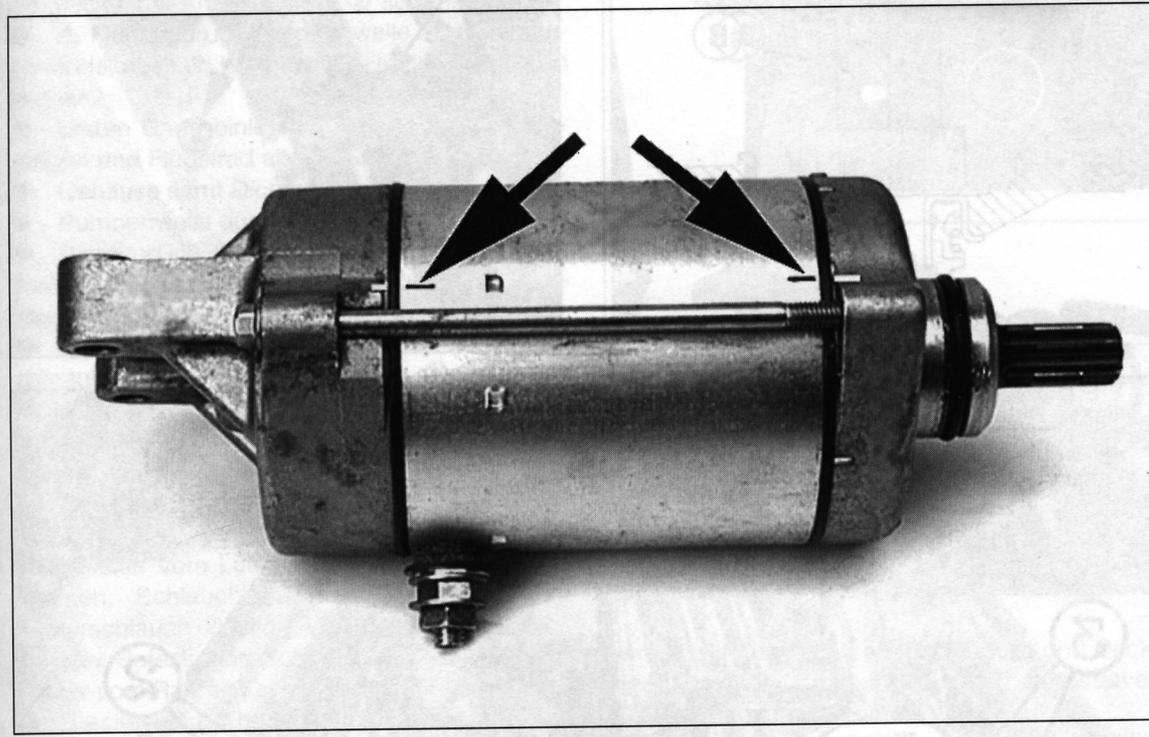

Bild 139
- Beilagscheiben in der beim Ausbau gemachten Anzahl montieren, aufsetzen und Gehäusedeckel so anbringen, dass breite Lasche der Bürstenhalterplatte in Gehäuseaussparung greift. Markierungen müssen fluchten (Bild 139).